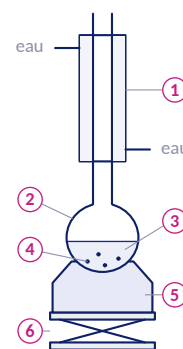

Figure 1 — Chauffage à reflux
- 4.1 Nommer les éléments 1 à 6 du montage de la figure 1.